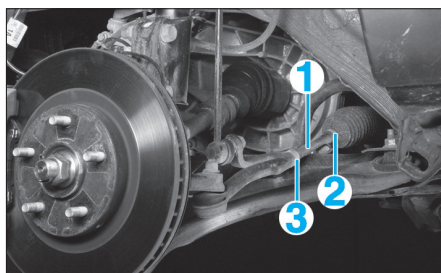

Fig. 1
- Le parallélisme se règle par l'allongement ou le raccourcissement de la longueur des biellettes de direction (1), en les tournant par leur empreinte hexagonale, après avoir desserré le collier (2) et le contre-écrou (3) (Fig.1).